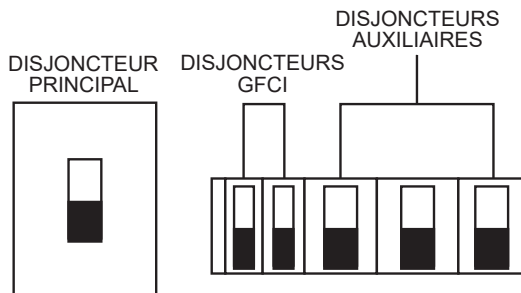

Figure 53. Disjoncteurs principaux, auxiliaires et GFCI (OFF)
1. Placez les disjoncteurs **PRINCIPAL**, **GFCI** et **CHARGE**, comme indiqué sur la Figure 53, en position **OFF**.
3. Placez les disjoncteurs **PRINCIPAL**, **GFCI** et **CHARGE**, comme indiqué sur la Figure 53, en position **OFF**.